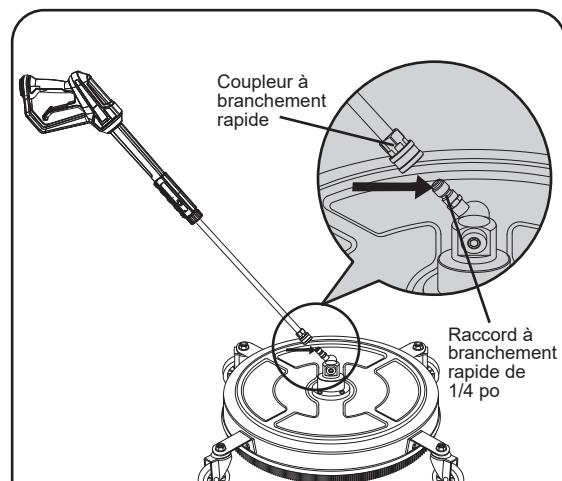

Figure 1
Consultez la figure 1.
2. Fixez le raccord à branchement rapide de 1/4 po à l'extrémité de la lance de laveuse à pression (consultez la figure 1).